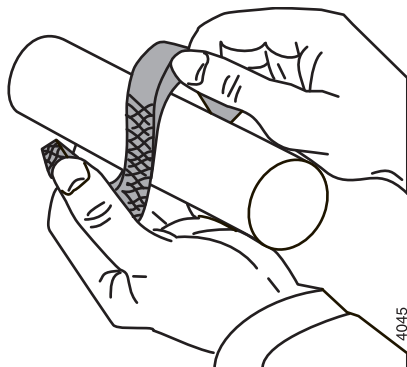

Figura 21: Dobragem axial dos anéis de empanque.
- Abra os anéis de empanque novos dobrando-os axialmente. Consulte o figura 21.